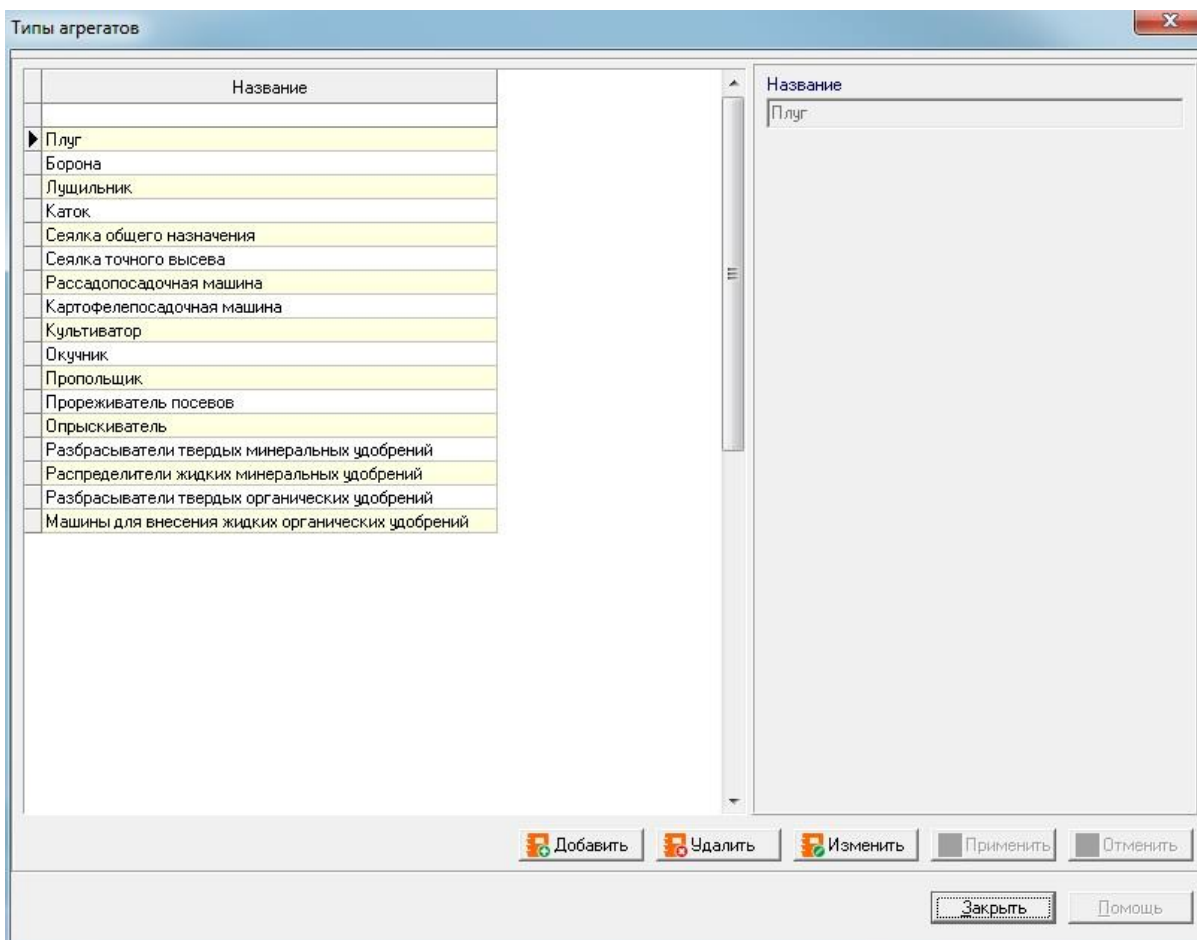

Рисунок 88 – Форма «Типы агрегатов»
- 1) вызвать пункт меню «Справочники» ⇒ «Агрегаты» ⇒ «Типы агрегатов». Программа предоставляет форму соответствующего редактора справочника «Типы агрегатов» (см. Рисунок 88).